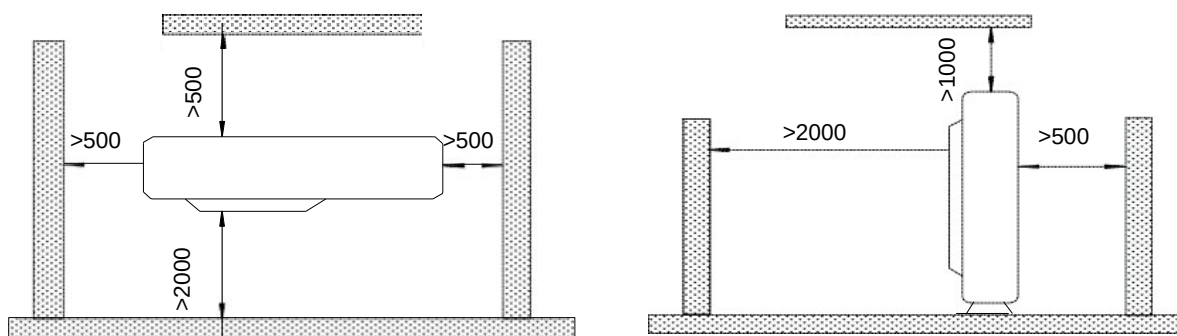

Bild 3
- (1). Installera utomhusenheten på en plats där den har bästa möjliga skydd mot smuts och regn.
- (2). Installera utomhusenheten på en plats där det är enkelt att koppla den till inomhusenheten.
- (3). Installera utomhusenheten på en plats som medger fri avledning av kondensvatten under uppvärmningsfunktionen.
- (4). Placera inte djur eller växter i det varma luftflödet.
- (5). Beakta utomhusenhetens vikt och välj en installationsplats där driftljud och vibrationer är så små som möjligt.
- (6). Installera utomhusenheten på en plats som bär enhetens vikt och där driftljud och vibrationer minimeras.
- (7). Säkerställ fritt utrymme enligt Bild 3 så att luftflödet inte hindras. Tre av fyra sidor av den omgivande konstruktionen ska lämnas öppna för att säkerställa en effektiv funktion.